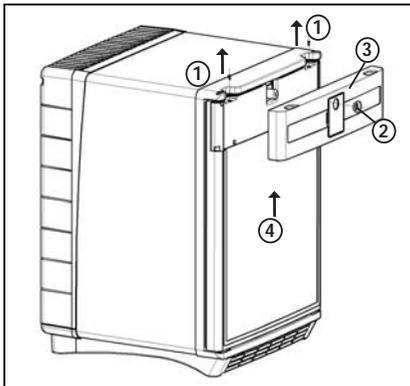

Abbildung 7.
- Entfernen Sie die 7 Schrauben (1) des Bodenrahmens und nehmen Sie den Rahmen ab.
- Öffnen Sie die Tür und entfernen Sie die Halteklammer (2) des oberen Scharniers mit Hilfe eines Schraubenziehers und drücken Sie den Stift heraus. (Abb. 7.)
- Entfernen Sie den Stift des unteren Scharniers (3) und die untere Scharnierhalterung (4) genauso, wie die obere.
- Setzen Sie den unteren Scharnierstift (3) auf der gewünschten Seite ein.
- Setzen Sie die Unterlegscheibe und die Tür ein und drücken Sie die obere Halteklammer (2) ein.
- Setzen Sie die beiden Scharnierhalterungen (4) ebenfalls ein.
(Abb. 7.)